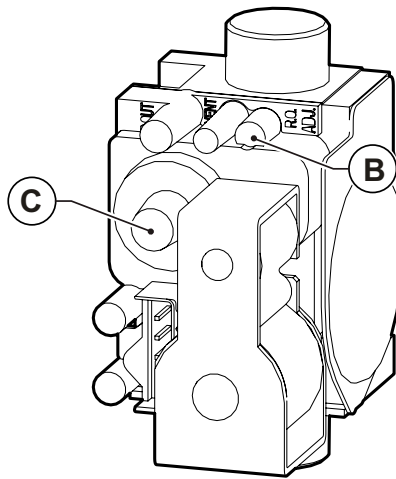

Рис. 31 Регулювання концентрації вуглекислого газу
- Відрегулюйте рівень вмісту вуглекислого газу (CO₂) в димових газах за допомогою відповідного регулятора **B** (дивись Рис. 31 Регулювання концентрації вуглекислого газу) та переконайтеся, що його значення знаходиться у межах, вказаних в Таб. 17 Вміст CO₂ в димових газах на сторінці 63. Не виключаючи режим "сажотрус", перейдіть до наступного етапу - регулюванню на мінімальній потужності.
- Відрегулюйте рівень вмісту вуглекислого газу (CO₂) в димових газах, обертаючи гвинт «offset» **C** (дивись Рис. 31 Регулювання концентрації вуглекислого газу) та переконайтеся, що його значення знаходиться у межах, вказаних в Таб. 17 Вміст CO₂ в димових газах.